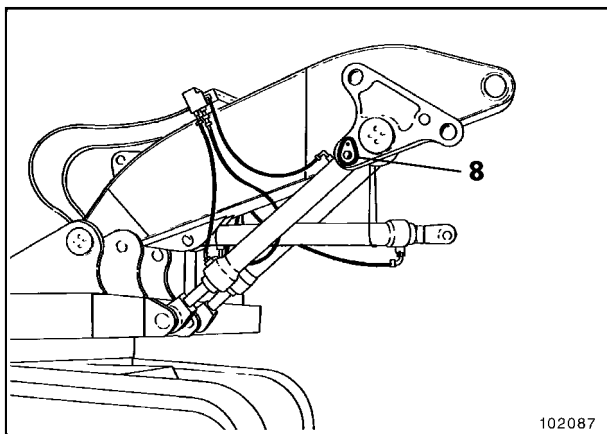

Fig. 4
- Poner el cilindro del pescante (5) en la posición de montaje, hacer salir los vástagos de émbolo y acoplar los ojos de alojamiento del cilindro por pernos (8, Fig. 4) con los dispositivos TriPower. Asegurar los pernos.
La tubería sobresaliente en un lado del pescante (Fig. 4) puede dañarse al montar las barras de acoplamiento a los dispositivos TriPower.